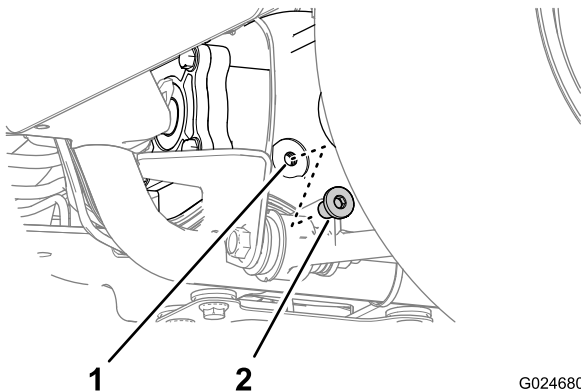

Bild 54
4. Setzen Sie die Sichtschraube ein (Bild 54).
1. Stellen Sie eine Auffangwanne unter die Sichtschraube des Differenzials (Bild 54).
2. Entfernen Sie die Sichtschraube und Ablassschraube vom Differenzial (Bild 54).
4. Füllen Sie Öl der angegebenen Sorte in die Sichtschrauben-Anschlussstelle ein, bis der Ölstand an der Unterseite des Gewindes der Anschlussstelle liegt (Bild 54).
5. Setzen Sie die Sichtschraube ein (Bild 54).
2. Nehmen Sie die Sichtschraube ab (Bild 54).
3. Wenn der Ölstand unter dem Gewinde der Sichtschrauben-Anschlussstelle liegt, füllen Sie Öl der angegebenen Sorte in die Anschlussstelle ein, bis der Ölstand am Gewinde der Anschlussstelle liegt (Bild 54).